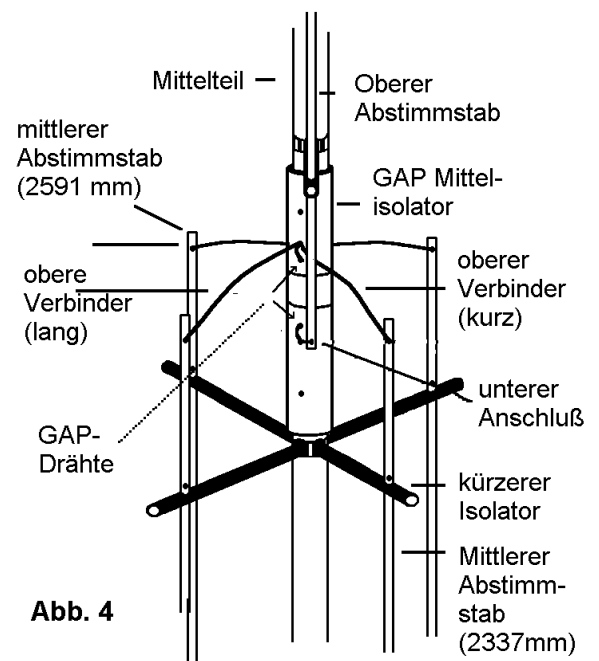

Abb. 4
3. Abstimmstab in Richtung GAP schieben, bis die Schraube anschlägt. Unteres Verbindungskabel suchen und seine Ringöse am verbleibenden Bohrloch am Abstimmstab verschrauben, siehe Abb. 4.